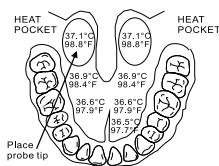

Figura 2
**Uso Oral:** Coloque la sonda bien debajo de la lengua del paciente (Figura 2). Mantenga la boca cerrada mientras el termómetro está leyendo.